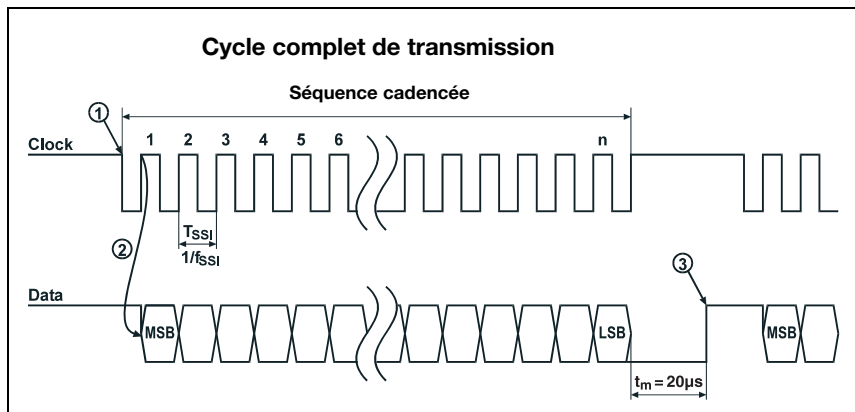

Figure 10.1 : Déroulement de la transmission de données SSI
À l'état de repos, la ligne d'horloge tout comme celle de transmission des données sont de niveau HIGH. Lors du premier flanc HIGH-LOW (point ① sur la figure 10.1), les données du registre interne sont mémorisées. Cela garantit que les données ne changent plus pendant la transmission série de la valeur.
Lors du passage suivant du signal d'horloge du niveau LOW au niveau HIGH (point ② sur la figure 10.1), la transmission de la valeur de position commence avec le bit de poids fort (MSB). Lors de chaque changement du signal d'horloge de LOW à HIGH, le bit suivant (poids décroissant) est envoyé sur la ligne de transmission des données. Une fois le bit de poids le plus faible (LSB) émis, la ligne de transmission des données passe au niveau LOW (fin de transmission) avec le dernier passage du signal d'horloge du niveau LOW au niveau HIGH.
Une bascule monostable redéclenchée par le signal d'horloge impose d'attendre avant que l'interface SSI puisse être appelée pour la prochaine transmission. Il en résulte aussi un temps de pause minimal entre deux séquences consécutives. Une fois le temps  $t_m = 20\mu s$  écoulé, la ligne de transmission des données repasse au niveau de repos (HIGH) (point ③ sur la figure 10.1), ce qui signale que l'échange de données est complètement terminé et que le système est à nouveau prêt à émettre.